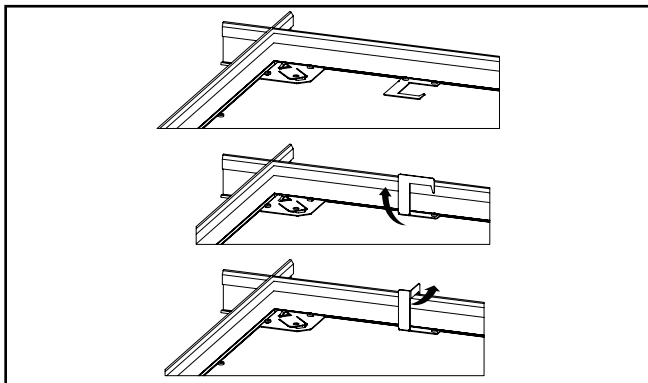

Figure 4.
6. Les brides de grille sont fournies afin de mieux retenir au système de plafond. Orientez 4 languettes à l'arrière du luminaire par-dessus la grille en T en les pliant vers le haut à 90 degrés et perpendiculaires à l'arrière du luminaire. Ensuite, pliez les languettes à 90 degrés vers le cadre de la grille en T (Fig. 4).